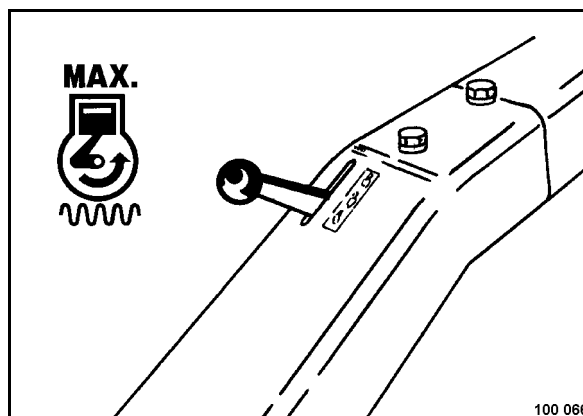

Fig. 28
- Colocar la palanca reguladora de revoluciones (Fig. 28) a posición "MAX".